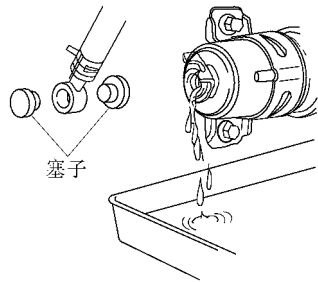

图 2-79 脱开高压油管时,会有大量的汽油溢出
(1) 当脱开高压油管时,会有大量的汽油溢出,如图 2-79 所示,因此要注意按下列步骤操作。